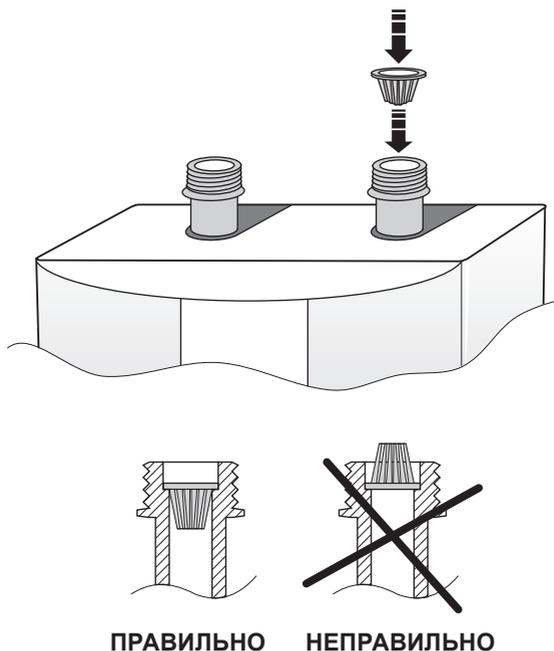

рис. 5
3. Подключить нагреватель к гидравлической системе, как указано в разделе 4 инструкции. Не забыть вставить фильтр воды согласно рис.5. Использовать гибкие шланги для системы напорного водоснабжения с резиновыми прокладками. Не перепутать выход нагревателя (красный цвет) со входом (голубой цвет)
**Внимание! Не прилагать больших усилий при прикручивании шлангов, чтобы не повредить резьбу патрубков нагревателя. Демонтаж фильтра воды приводит к потере гарантии. Фильтр должен быть установлен согласно рис. 5.**